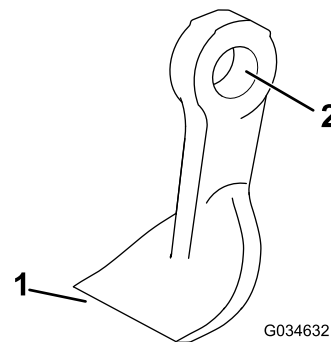

Figura 64
4. Controllate ogni lama per escludere danni, con particolare attenzione a dispositivi di fissaggio, taglienti e fori di montaggio (Figura 64). Sostituite tutte le lame e i dispositivi di fissaggio danneggiati.